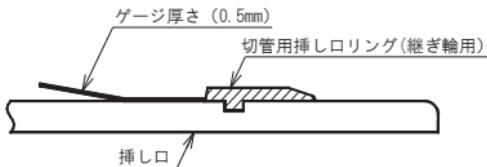

図88 挿し口外面からの浮き量チェック
- ③ 切管用挿し口リング（継ぎ輪用）が浮き上がっていなことを、切管用挿し口リング（継ぎ輪用）と挿し口外面との間に0.5mmの隙間ゲージが全周に亘って入らないことにより確認する（図88）。ゲージが入る場合はシャコ万力を取り外し②の作業を再度行う。
⑥ 全てのシャコ万力を取り外す。
⑦ 再度、切管用挿し口リング(継ぎ輪用)が浮いていないことを、切管用挿し口リング(継ぎ輪用)と挿し口外面との間に0.5mmの隙間ゲージが全周に亘って入らないことにより確認する(図88参照)。